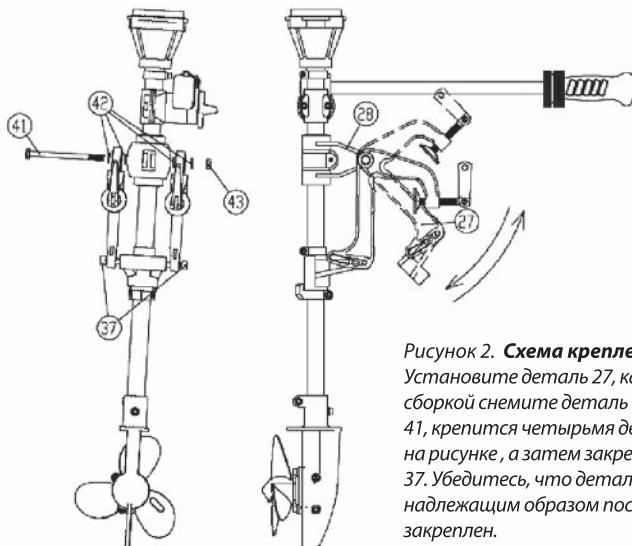

Рисунок 2. Схема крепления дейдвуда
Крепления подвесного мотора производится с помощью винтового зажима рис. 2. Они фиксируют фрамугу судна между кронштейном установки двигателя и пластинами винтовой резьбы. Крепления должны проверяться каждый раз, перед тем как эксплуатировать мотор. Страховочный трос или цепь должны быть также использованы для защиты двигателя от падения с лодки, если зажимы разрабатываются в процессе эксплуатации судна. На более крупных бортовых моторах монтажный кронштейн обычно соединяется болтом через пластину фрамуги. Это - более безопасный метод, но нужно регулярно проверять крепления.
- Проверить надежность крепления агрегата к лодке (рис. 2)